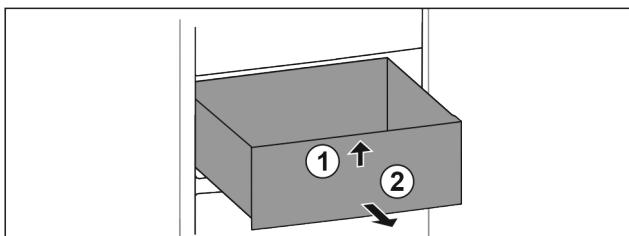

Fig. 71
- ▶ Levante el cajón por delante. Fig. 71 (1)
- ▶ Extraiga el cajón hacia delante. Fig. 71 (2)